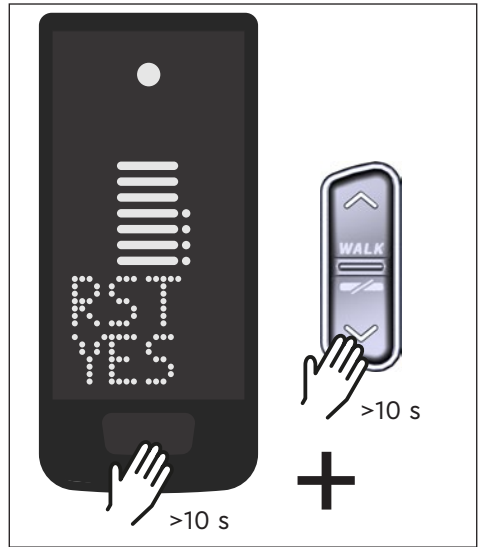

Fig. 10: Terugzetten naar fabrieksinstellingen
- ▶ Houd de regeltoets op het Display en de regeltoets DOWN op de Remote minstens 10 s ingedrukt. Eerst verschijnt de instelmodus, gevolgd door RESET (zie Fig. 10).